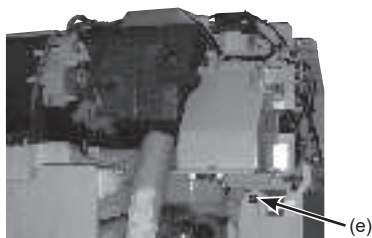

Fig. 6-7
- (9) Extraiga el tornillo de la caja eléctrica. (Fig. 6-7)